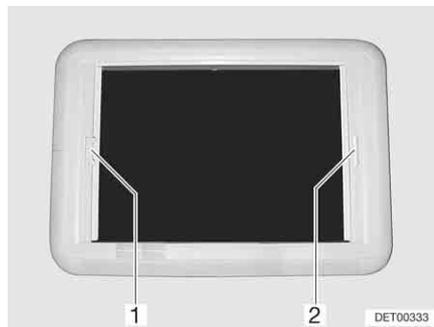

Bild 68 Heki-Dachhaube, Rollo-Verriegelung
- Verdunklungsrollo am Griff (Bild 68,2) zum gegenüberliegenden Griff des Insektenschutzrollos (Bild 68,1) ziehen und einrasten lassen.
- Mit der anderen Hand die Entriegelungsleiste am Griff des Insektenschutzrollos (Bild 68,1) in Richtung Griff drücken. Die Verriegelung wird gelöst.
- Insektenschutzrollo am Griff (Bild 68,1) zum gegenüberliegenden Griff des Verdunklungsrollos (Bild 68,2) ziehen und einrasten lassen.
- Insektenschutzrollo (Bild 68,1) am Griff festhalten und die Entriegelungsleiste in Richtung Griff drücken. Die Verriegelung wird gelöst.